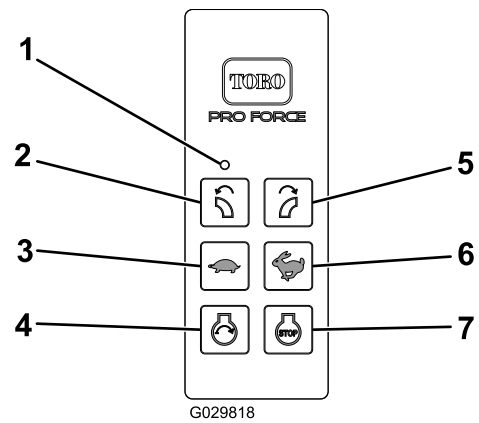

図 13
4. エンジンは、エンジン始動許可条件が整った状態で始動操作を行ったときのみ、始動できます。エンジン始動許可条件は、以下に述べる「エンジン始動許可手順」を実行したときのみ成立します **図 13**